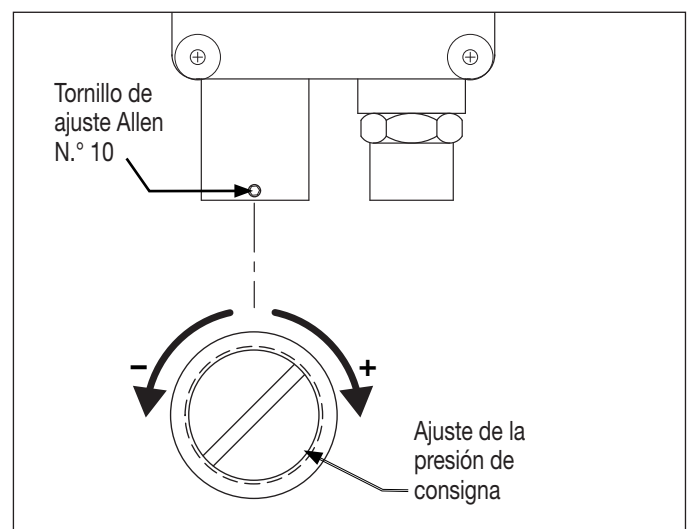

Figura 12: Ajuste del presostato
4. Afloje el tornillo de fijación del presostato con una llave Allen N.º 10. Véase la Figura 12.
5. Ponga la palanca de la válvula de control en la posición de avance (A).
7. Con un destornillador de punta plana, gire el tornillo de ajuste del presostato en sentido de las agujas del reloj para subir el ajuste del presostato, y en sentido contrario a las agujas del reloj para bajarlo. Véase la Figura 12. Verificar que el presostato se abre y que el motor de la bomba se detiene en el ajuste de presión deseado.